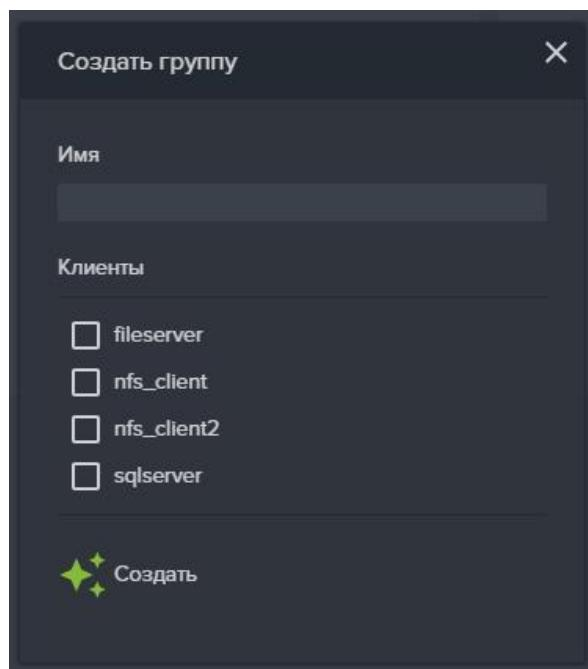

Рисунок 86. Окно создания группы клиентов
2. Нажмите на кнопку «Создать новую группу», откроется окно создания группы (см. Рисунок 86);